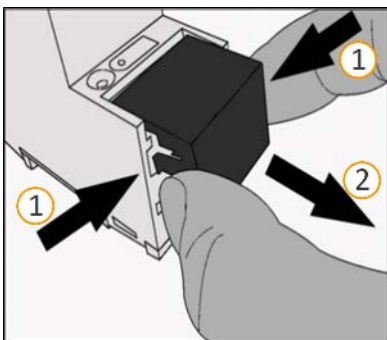

Abbildung 33: Abdeckkappe entfernen
1. Drücken Sie die Abdeckkappe seitlich leicht ein (siehe Abbildung 33, Pos. 1).
2. Ziehen Sie die Abdeckkappe nach oben ab (siehe Abbildung 33, Pos. 2).